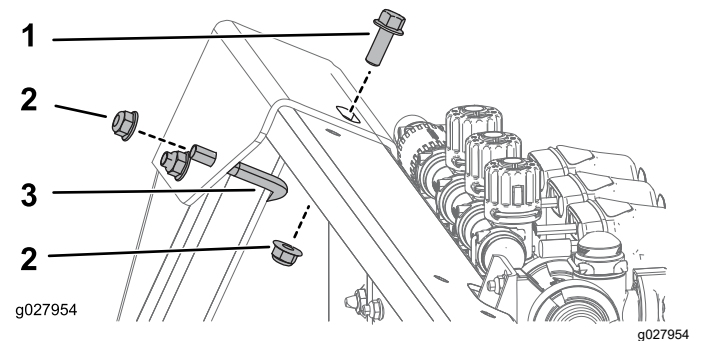

Bild 10
2. Befestigen Sie die Rückseite der oberen Halterung mit einem U-Bügel, einer Schraube (3/8"-16 x 1") und drei Bundmuttern (3/8"-16), wie in Bild 10 abgebildet.